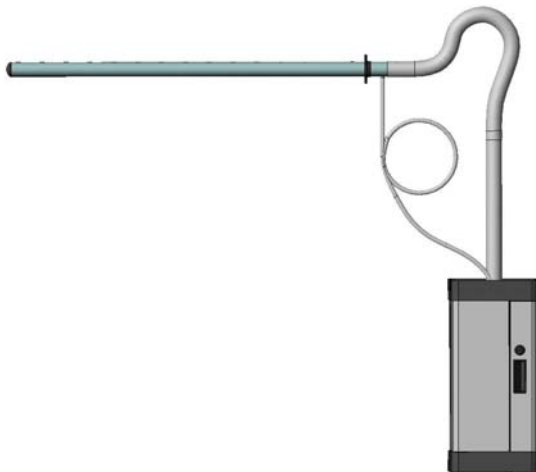
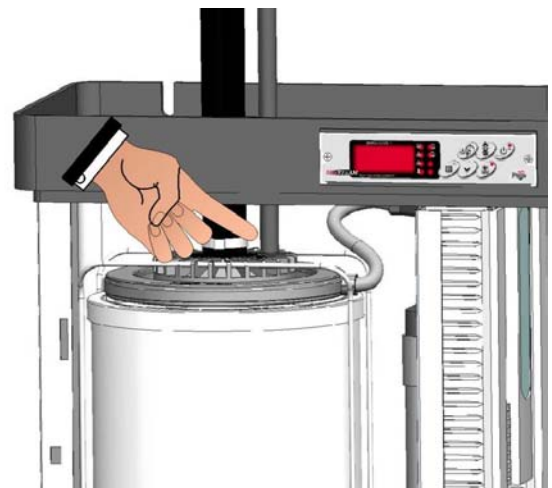

Fig. 41
Fig. 42
2. Si la rampe est placée plus haut que l'humidificateur et si le tuyau de vapeur présente un siphon (fig. 41), il faut prévoir la récupération de l'eau de condensation qui sera vidangée directement dans le manchon prévu à cet effet sur le cylindre de l'humidificateur (fig. 42) ou bien dans une fosse toutes eaux. Pour récupérer l'eau de condensation, il faut relier le tuyau PEGO UM-TUBDN10 conçu pour ce type d'application au manchon de 10 mm de diamètre de la rampe. Le long du parcours du tuyau de condensation – de la rampe à l'humidificateur ou de la rampe à la fosse – il est nécessaire de prévoir un siphon avec un tour complet de 200 mm minimum de diamètre ; le siphon doit être aussi rempli d'eau avant l'installation. Ceci a pour but d'empêcher la vapeur de sortir du tuyau de condensation (fig. 41).